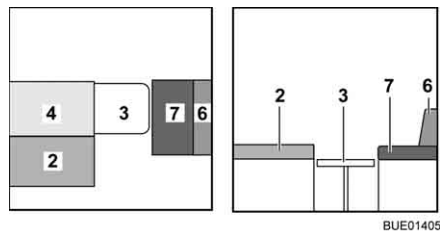

Fig. 149 Pendant la transformation
- Placer le coussin de dossier (Fig. 149,4) à côté du coussin d'assise (Fig. 149,2).